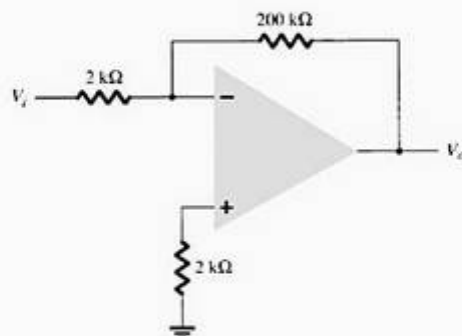

Figura 13.55 Problemas 18, 22 a 24.
- *18. Calcule a tensão de offset total para o circuito da Figura 13.55 para um amp-op com valores especificados de ten-
- *22. Para uma entrada de $V_1 = 50 \text{ mV}$ no circuito da Figura 13.55, determine a máxima frequência que pode ser usada. A taxa de subida do amp-op é $SR = 0,4 \text{ V}/\mu\text{s}$.
- *23. Utilizando as especificações listadas na Tabela 13.2, calcule a tensão de desequilíbrio típica para a conexão utilizada no circuito da Figura 13.55.
- *24. Para as características típicas do amp-op 741, calcule os seguintes parâmetros para o circuito da Figura 13.55.